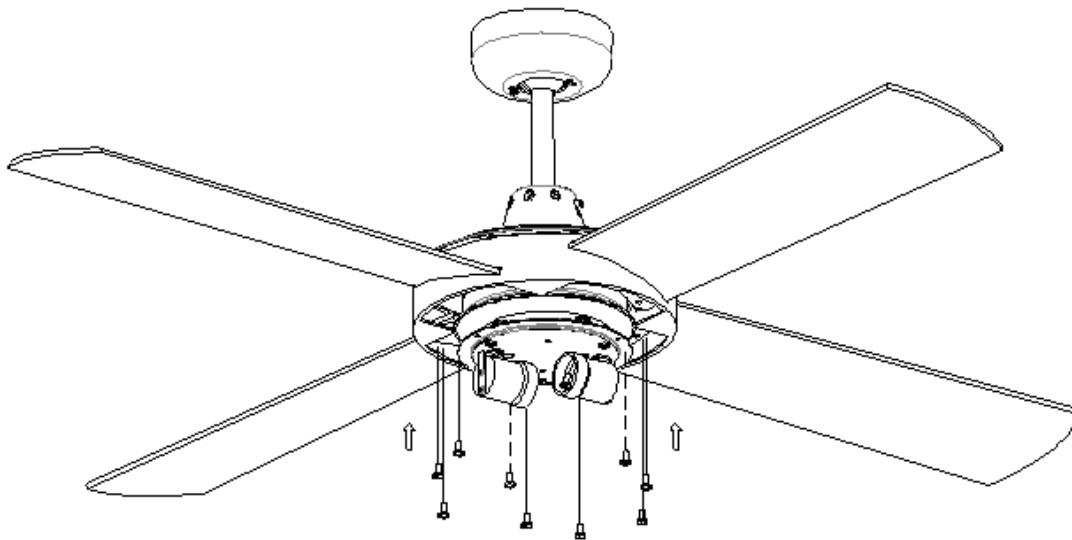

Fig.6
5. Fixez les pales au moyen des 3 vis fournies , et veuillez vous assurer que les vis soient serrées en même temps. Répétez l'opération pour toutes les pales (Fig.6). Ne serrez aucune vis en premier. Trop serrer les vis risque d'endommager les pales.